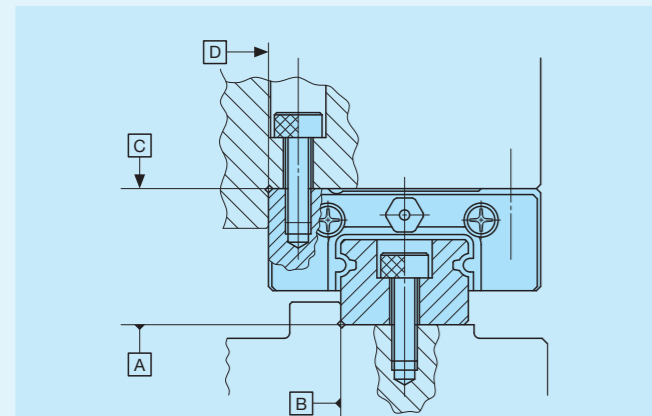

Fig. 2 Superfície de montagem de referência e estrutura de montagem típica
Ao montar as séries ML(F) e LWL(F), alinhe adequadamente as superfícies de montagem de referência B e D (D1 ou D2) do trilho e do patins com a superfície de montagem de referência da mesa e base e fixe-as. (Consulte a Fig. 2)